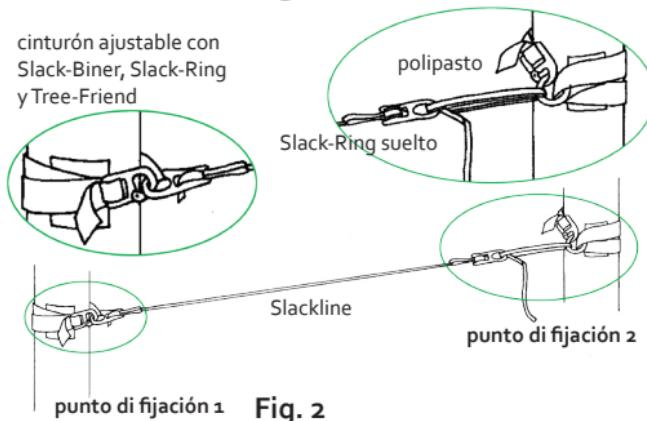

Fig. 2
- Deslizar por los lados los Tree-Friends (protectores de árbol) entre el cinturón ajustable y el punto de fijación (véase Fig. 2).